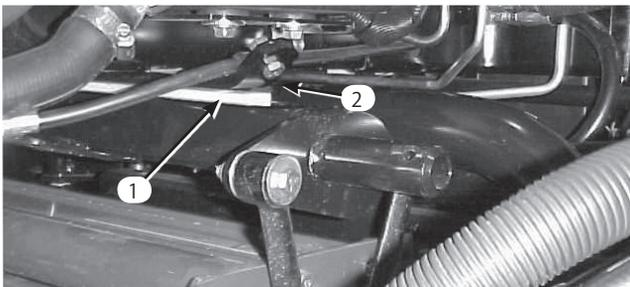
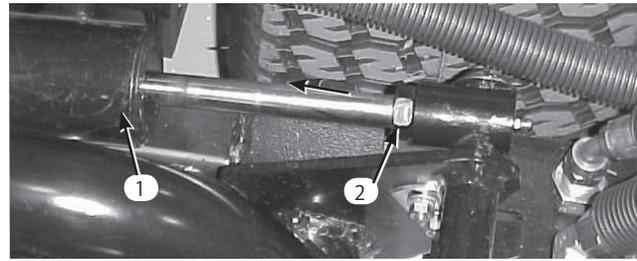

図26
図27
3. エンジンを始動し、昇降アームを上昇させ、後ろカッティングユニットのウェア・バーの上部についているウェア・ストラップからバンパー・ストラップまでの距離（図26）が、0.5～2.5 mmの間にあるかどうか点検する。この値がこの間がない場合は、ストップ・ボルトを調整する。シリンダの調整は、カッティングユニットを降下させ、シリンダのジャムナット（図27）を戻す。シリンダロッドのナットの近い方の部分をウェストプライヤで握って回して調整を行う。調整ができればカッティングユニットを上昇させて隙間を点検する。必要に応じてこの調整操作を繰り返す。クレビスのジャムナットを締めつける。